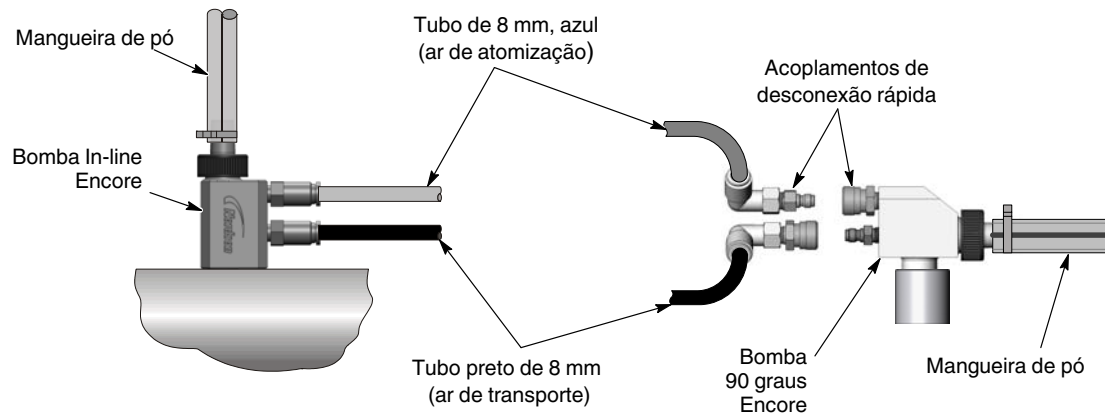

Figura 3-9 Conexões da bomba
3. Consulte a figura 3-9. Ligue os tubos de ar às uniões das bombas.